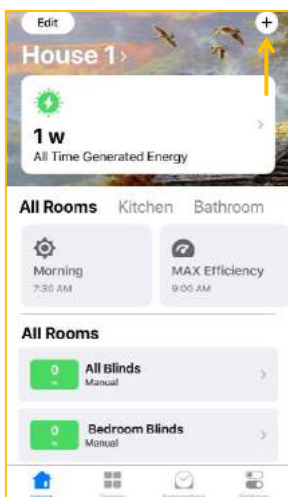

Abbildung 20
10.6.1 Auf das Zeichen **+** oben rechts tippen, um die Bedienung zu beginnen (Abb. 20).